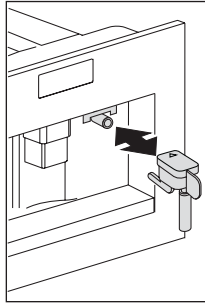

Fig. 13
- ▶ Assurez-vous que le bec d'eau est en place et fixé à la buse (Fig. 13).